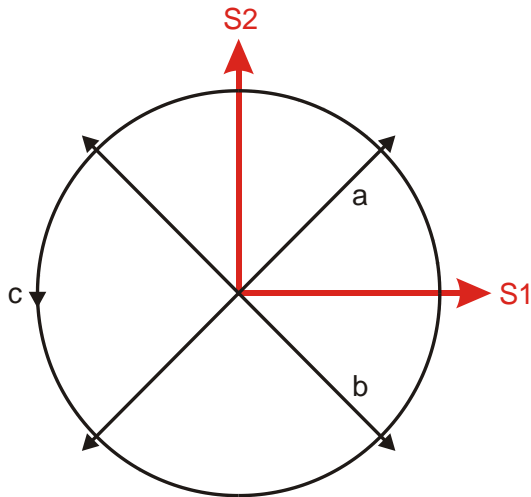
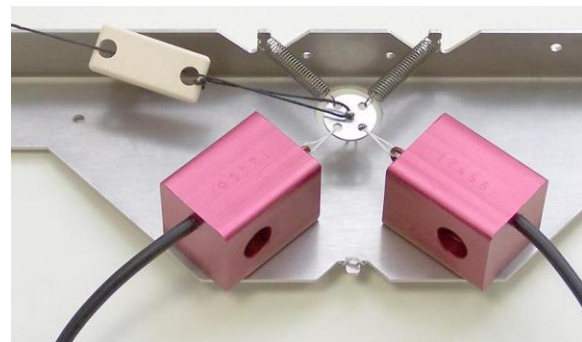
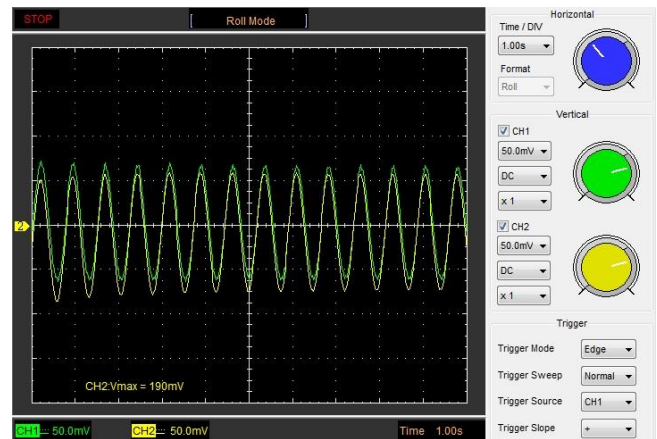

Fig. 2: Orientação dos sensores S1 e S2 e direções de oscilação analisadas do pêndulo suspenso.
Fig. 5 Montagem do fio
Fig. 7: Componentes de oscilação do pêndulo suspenso por fio em oscilação "sobre o bisetor"
- Deslocar levemente o pêndulo de fio e deixar oscilar sobre o bisetor entre os sensores de força (direção de oscilação a na Fig. 2). Observar e armazenar oscilograma.
- Deslocar levemente o pêndulo de fio e deixar oscilar perpendicularmente ao bisetor entre os sensores de força (direção de oscilação b na Fig. 2). Observar e armazenar o oscilograma.
- Deslocar levemente o pêndulo de fio e deixar oscilar em círculo (direção de oscilação c na Fig. 2). Observar e armazenar o oscilograma.
Se o pêndulo oscilar sobre o bisetor entre os dois sensores de força, os sensores de força sofrem carga simétrica (direção de oscilação a na Fig. 2, Fig. 5). Os sinais de ambos os sensores de força estão em fase, ou seja, o deslocamento de fases é $\phi = 0^\circ$ (Fig. 7).
Se o pêndulo oscilar perpendicularmente ao bisetor entre os dois sensores de força, os sensores de força sofrem carga assimétrica (direção de oscilação b na Fig. 2, Fig. 5). Os sinais de ambos os sensores de força estão em fases opostas, ou seja, o deslocamento de fases é $\phi = 180^\circ$ (Fig. 8).